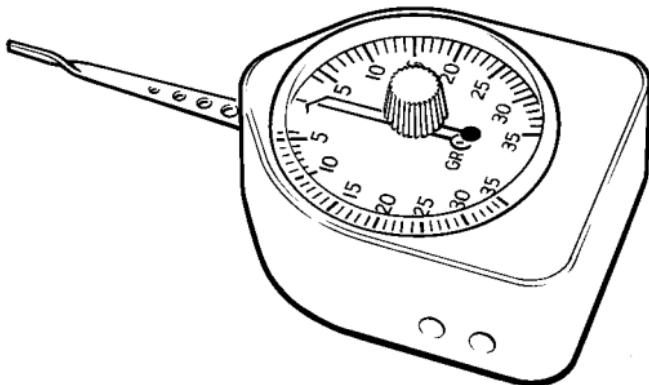

Figure 8 - Jauge de précision (grammes) (Réf. P-GA01-0001)
8.2 Jauge de précision (grammes) (Voir la Figure 8)